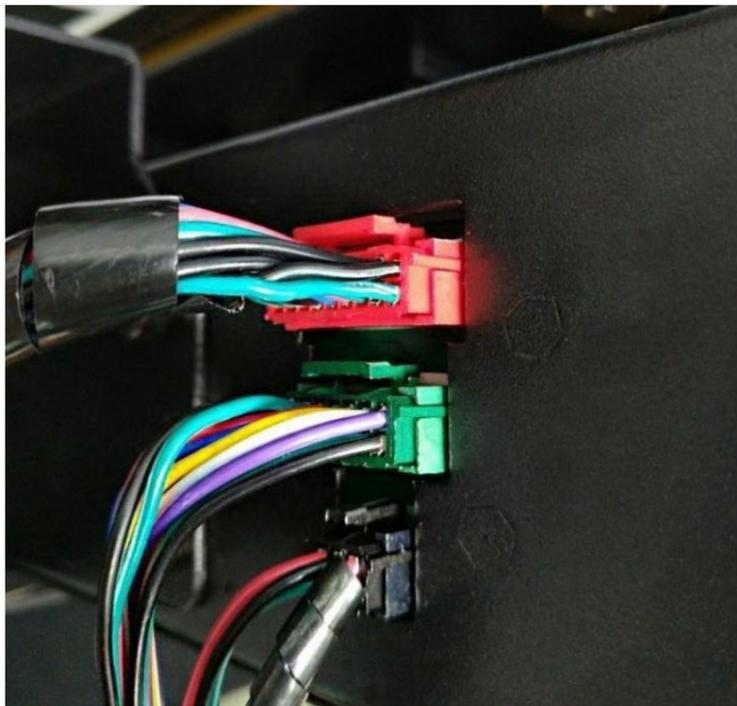

Abbildung 3
- (2) Rechts unten an der Basis befinden sich 3 Anschlüsse in unterschiedlichen Farben (**Rot / Grün / Schwarz**), und es gibt 3 Kabelstecker in denselben unterschiedlichen Farben. Stecken Sie diese Stecker **in die Anschlüsse mit der gleichen Farbe**. (Siehe **Abb. 3**)